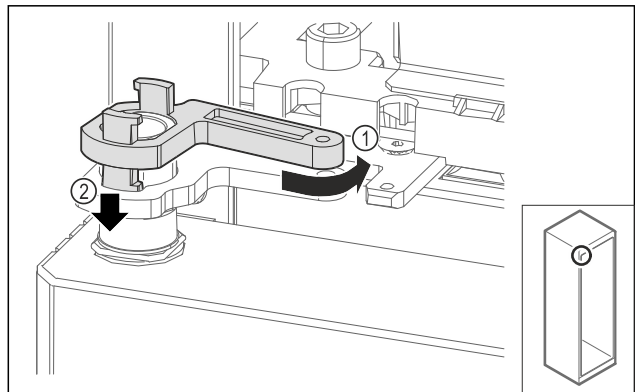

Fig. 63
- ▶ Слегка поверните фиксатор опорного кронштейна в обратную сторону Fig. 63 (1), нажмите на него сверху вниз Fig. 63 (2) и заблокируйте в шарнирном уголке.